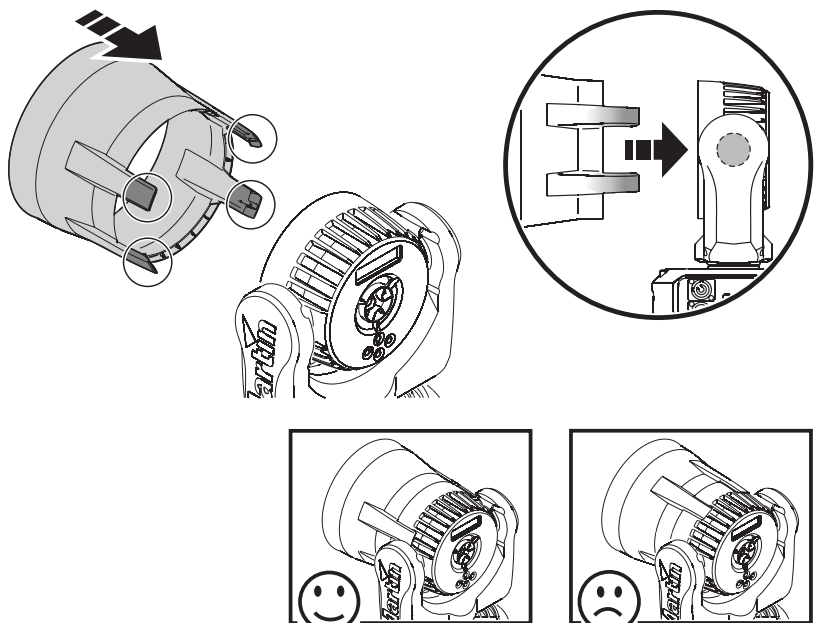

Bild 7: Ausrichten der Halteklammern des Top hats
2. Siehe Bild 7. Richten Sie die Halteklammern des Top hats aus. Sie sollen die Tiltachse des Kopfes wie gezeigt passieren und die Tiltbewegung nicht blockieren.